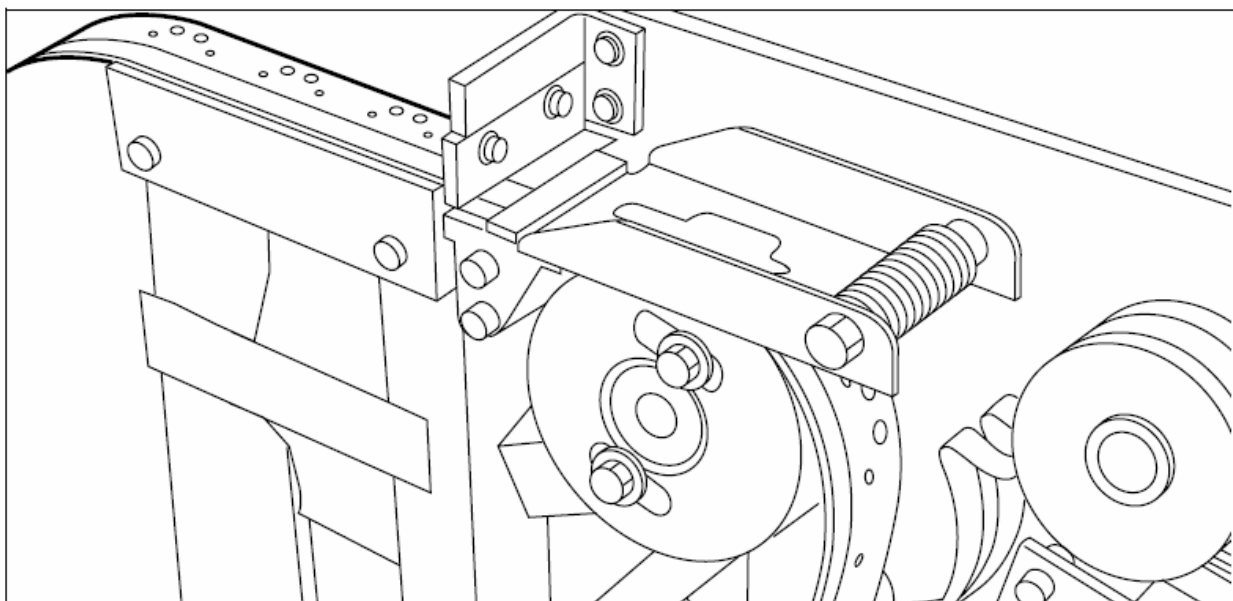

Рисунок 113. Выход конца ленты из секции, в которой расположены ножи
4. Сделайте так, чтобы выходной конец самоклеящейся ленты был выведен из секции с ножами не менее чем на 200 мм (2 длины полоски) (см. рисунок 113).